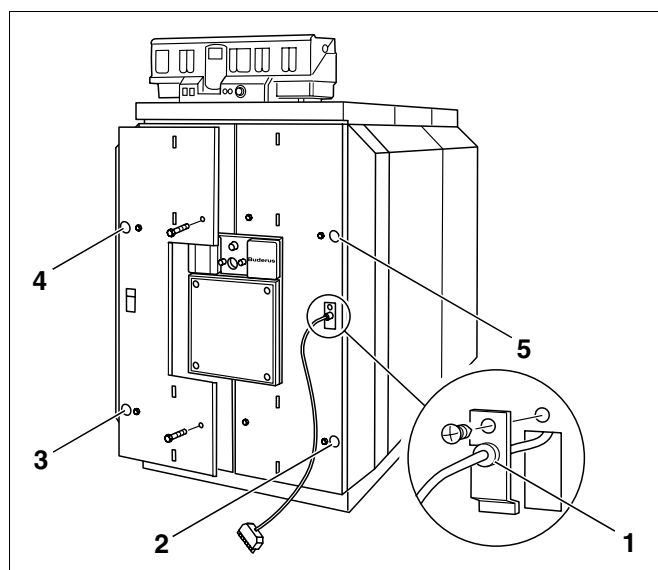

Fig. 56 Montage - habillage de la porte du brûleur
- Enclencher le câble du brûleur avec le serre-câble dans le passe-câbles (fig. 56, **pos. 1**).
- Placer l'habillage de la porte du brûleur par l'avant sur la porte et visser à l'aide de quatre vis d'assemblage (fig. 56, **pos. 2 - 5**).